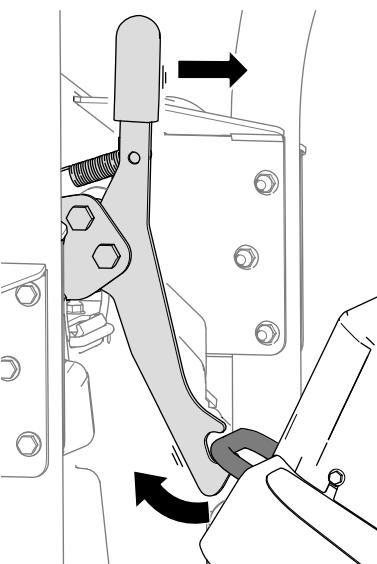

Figura 41
1. Eliberați elementul de fixare al unităii de tăiere din suportul de legare (Figura 41) rotind unitatea de tăiere ușor în față (consultai Figura 39) și trăgând spre față mânerul elementului de fixare.